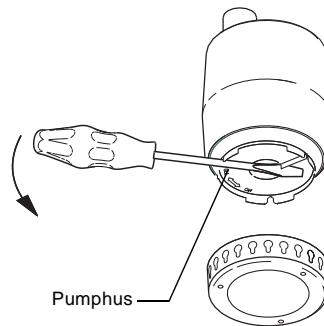

Fig. 11 Demontering av pumphus
3. Vrid pumphuset 90 ° moturs med en skravmejsel (se pilen på pumphuset). Avlägsna pumphuset. Se fig. 11.